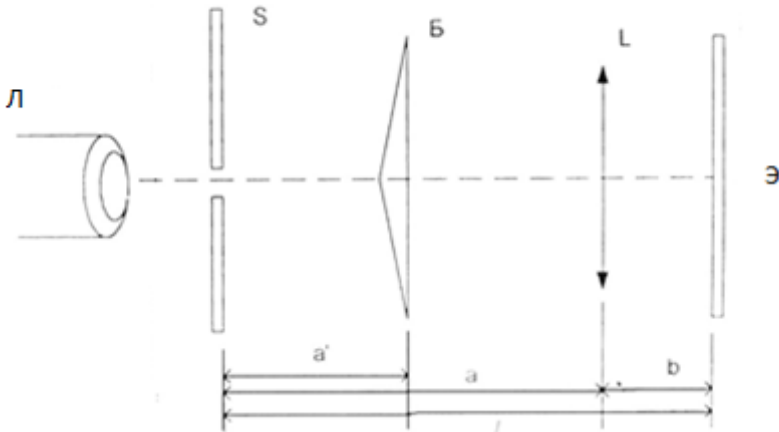

Рис. 3.Схема установки.
В работе изучается интерференция красного лазерного света с помощью бипризмы Френеля (рис. 3). Наблюдаемая интерференционная картина на экране за бипризмой позволяет **найти размер интерференционной полосы и определить параметр бипризмы Френеля – преломляющий угол бипризмы**. Источником света служит лазерное излучение. После преломления в бипризме падающий пучок света разделяется на два когерентных пучка с вершинами в мнимых изображениях S_1 и S_2 источника.
1. Собирают установку на оптической скамье (рис.3). Ребро бипризмы обязательно параллельно щели. Расстояние a' между бипризмой и щелью во время опыта остается постоянным. Экран устанавливают на расстоянии 50 -60 см. от щели.